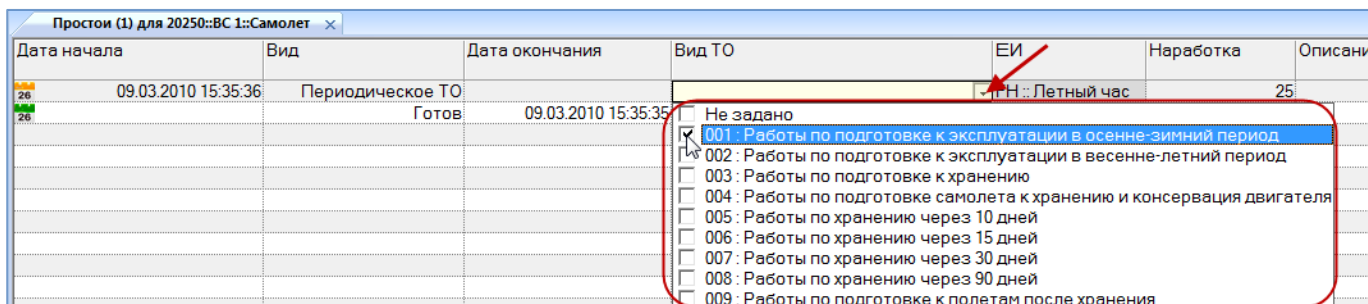

Рис. 13-377 – Связь вида ТО с состоянием
4) Выбрать состояние и раскрыть выпадающий список поля «Вид ТО» (рис. 13-377).
6) Для удаления связи вида ТО с состоянием необходимо в поле «Вид ТО» выбрать значение «не задано» (рис. 13-377).